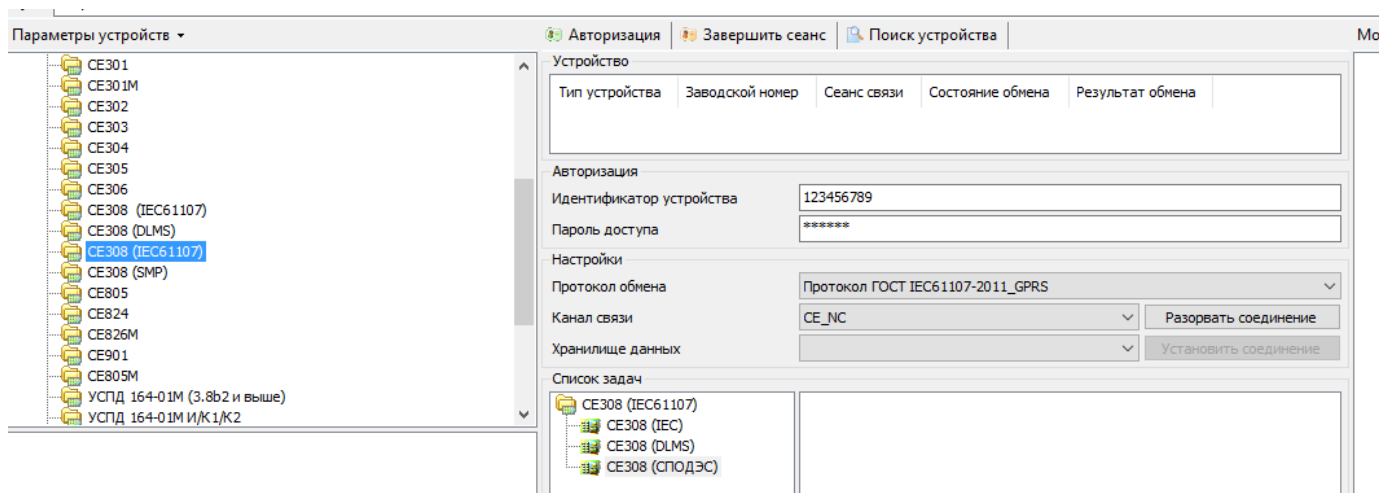

Рисунок 60 – Авторизация с ведомым счетчиком
- В разделе «параметры устройства» выбрать тип ведомого счетчика (CE208 или CE308). В разделе «Авторизация» установить уникальный адрес-идентификатор ведомого счетчика (см. Рисунок 60), после чего выполнить авторизацию со счетчиком. В этом случае ведущий счетчик информацию, полученную по каналу